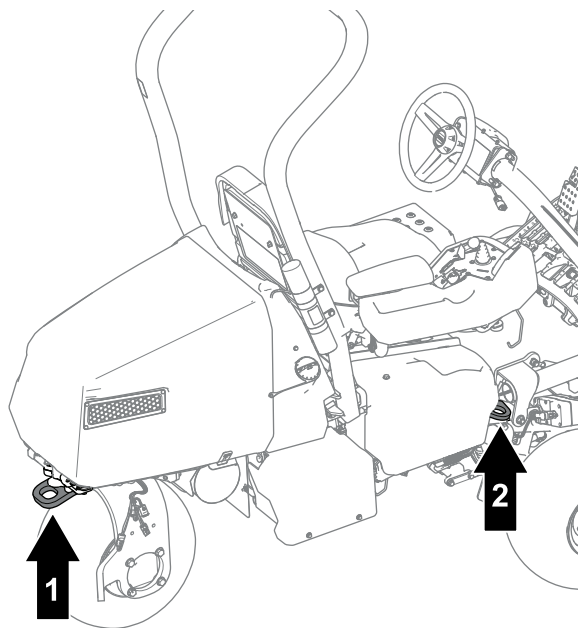

Bild 32
- Befestigen Sie die Maschine sicher mit Gurten, Ketten, Kabeln oder Seilen. Die vorderen und hinteren Gurte sollten nach unten und außerhalb der Maschine verlaufen (Bild 32).